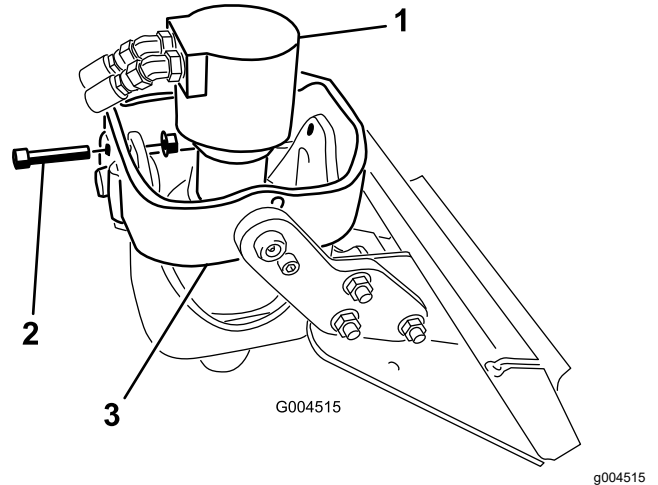

图 4
- 垂直放置驱动头将螺栓  $\frac{1}{2} \times 2\frac{1}{2}$  英寸滑入前托架臂上的孔中然后用法兰螺母  $\frac{1}{2}$  英寸轻轻固定如图 4 所示。